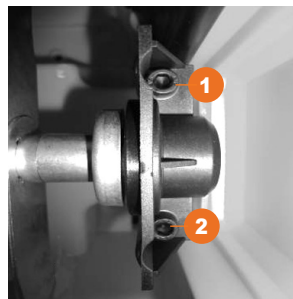

Рис. 6.3
3. Закрутите винты **(1)** и **(2)** (рис. 6.3).